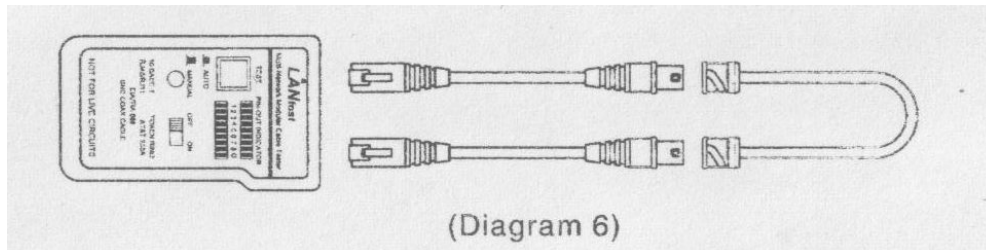

Рис.6
- Подключите два кабеля с прикрепленными адаптерами BNC (вх. в комплект поставки) к портам RJ45 тестера. Затем подключите тестируемый кабель к кабелям с адаптерами BNC (см. рис.6).